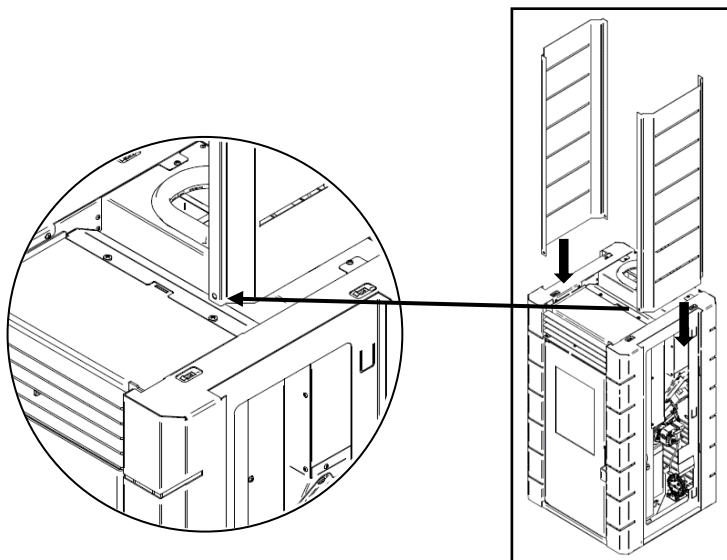

Figura 27 - Colocação envoltantes laterais
g) Para os modelos Kili e Pico é necessário realizar um conjunto de tarefas intermédias antes de colocar o tampo. Nos modelos com laterais em chapa pintada e revestimento em pvc resistente a alta temperatura (imitar madeira ou tecido), deve-se encaixar estas no sentido descendente nos rasgos que se encontram nas laterais estruturais do equipamento (Figura 27).